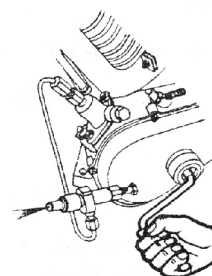

fig. 6
2.1. Retire a injeção de combustível. Remova toda a carbonização, então aperte o cano da injeção de combustível. Gire o virabrequim para verificar o efeito de pulverização da injeção de combustível. (fig. 6)